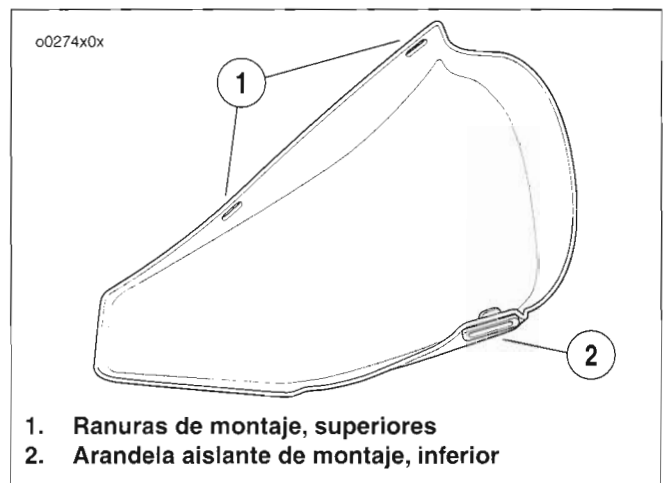

Figura 56. Cubierta lateral
7. Vea la Figura 56. Coloque la parte inferior de la cubierta lateral con la arandela aislante dentro de la estructura y presione la parte superior de la cubierta lateral dentro de las presillas hasta que quede ajustada. (No se requieren herramientas).
4. Vea la Figura 56. Coloque la parte inferior de la cubierta lateral con la arandela aislante dentro de la estructura y presione la parte superior de la cubierta lateral dentro de las presillas hasta que quede ajustada. (No se requieren herramientas).